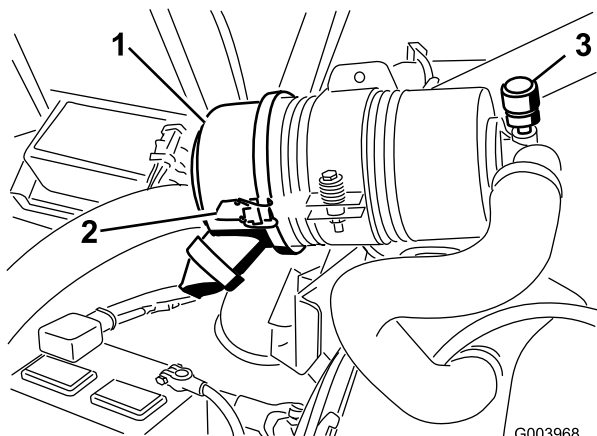

Figura 38
Faça a manutenção ao filtro de ar apenas quando o indicador de manutenção (Figura 38) o exigir. Mudar o filtro de ar antes de ser necessário apenas aumenta a possibilidade de entrar sujidade no motor quando se retira o filtro.
1. Liberte os trincos que fixam a cobertura do filtro de ar ao respectivo corpo (Figura 38).